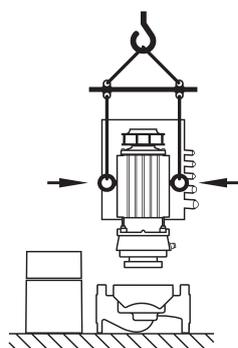

Fig. 9: Transport af motoren
- Om nødvendigt, f.eks. i tilfælde af reparation, kan transportringene flyttes fra motorflangen til motorhuset (se f.eks. Fig. 9). Inden montering af transportringene på motorhuset skal afstandsholderne skrues ud af åbningerne til transportringene (Fig. 7, pos. 20b) (se kapitel 10.2.1 "Udskiftning af akseltætning" på side 250).
- Hvis transportringene flyttes eller er flyttet fra motorflangen og monteret på motorhuset, så må de kun anvendes til at løfte og transportere indstikssættet (Fig. 9) og ikke til transport af hele pumpen og heller ikke til at skille indstikssættet fra pumpehuset.